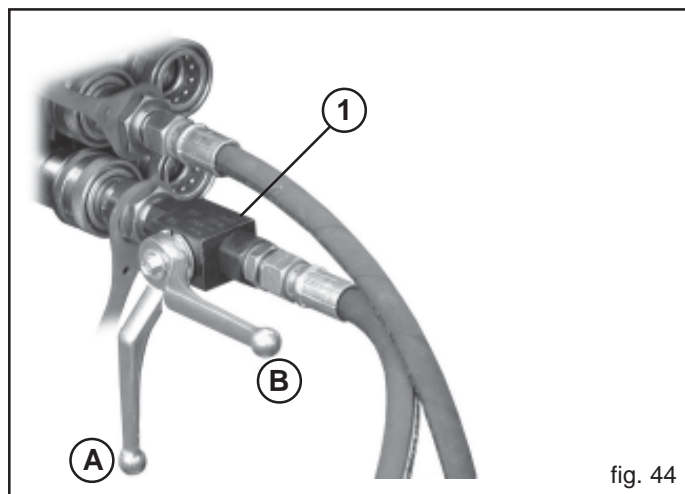

fig. 44
Die öldynamische Druckölleitung ist mit einem Hahn ausgestattet (1, Abb. 44), der verwendet wird, um den Spurreißerbetrieb auszuschließen. **Beim Transport der Sämaschine auf der Straße muss der Griff des Hahnes sich in Position A (Abb. 44) befinden, um ein unbeabsichtigtes Öffnen des Spurreißers zu verhindern;** bei der Arbeit muss dieser Griff sich dagegen in Position B befinden.
- 5) Vor dem Einschalten der Spurreißvorrichtung ist die Sämaschine auf den Boden abzusenken und der Hebel des Hahnes in die Position (B) zu bringen (Abb. 44).
- 8) Den Hebel des Hahnes in Position (A) bringen (Abb. 44).